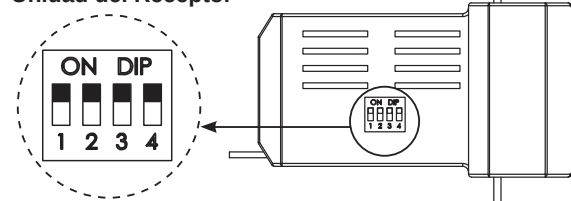

Figura 1b
- **Receptor:** Deslice los interruptores de código a las mismas posiciones que en el transmisor (Figura 1b).
2. Fije firmemente la cubierta del capuchón sobre los tornillos de reborde (Figura 1b).
3. Fije firmemente y ajuste la cubierta del tornillo del capuchón sobre los tornillos de reborde en el soporte de suspensión, utilizando el mecanismo de seguro por giro del chavetero (Figura 1b).